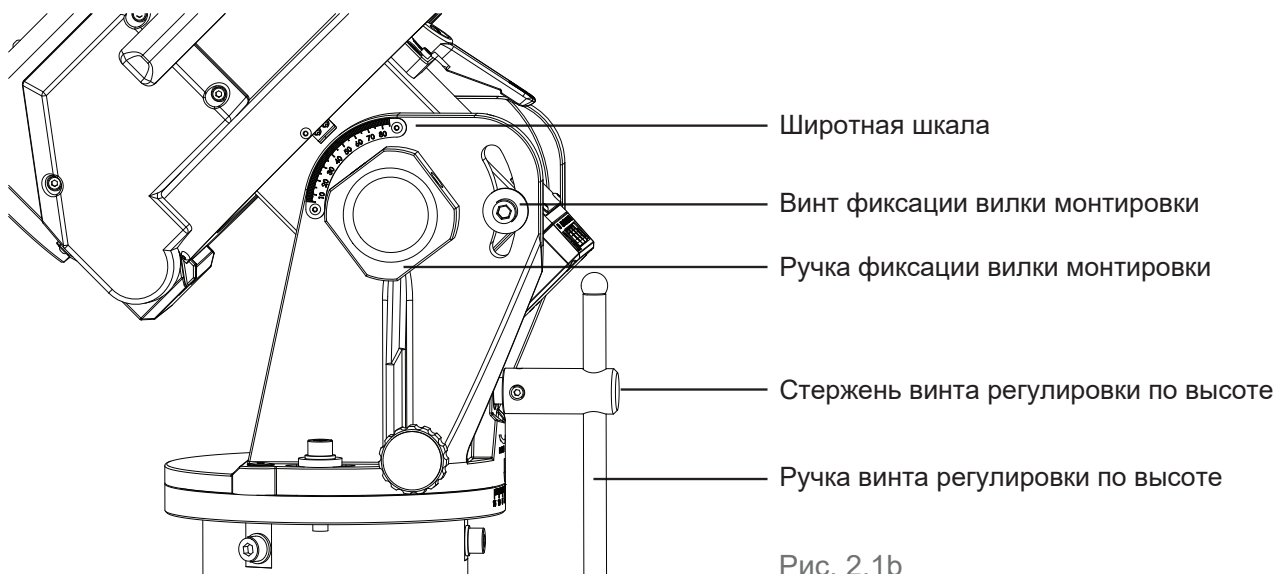

Рис. 2.1b
3. Ослабьте ручки и винты захвата вилки (рис. 2.1b) с обеих сторон крепления EQ8-R, а затем слегка затяните их.
6. Вставьте ручку в винт регулировки по высоте и с помощью этого винта выставьте широту места наблюдения на широтной шкале (рис. 2.1b).